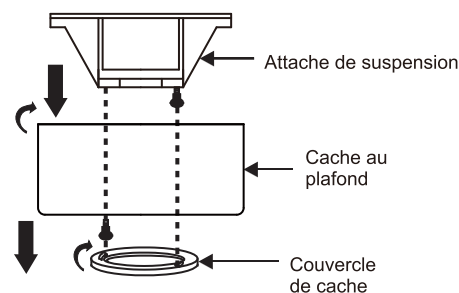

Fig. 5
Étape 1. Retirez le couvercle du fond du cache décoratif en le tournant dans le sens antihoraire (**Fig. 5**).
Étape 2. Retirez le support de fixation au plafond du cache en le enlevant (et en mettant de côté) une des deux vis. Desserrez la vis restante d'un demi-tour (**Fig. 5**).